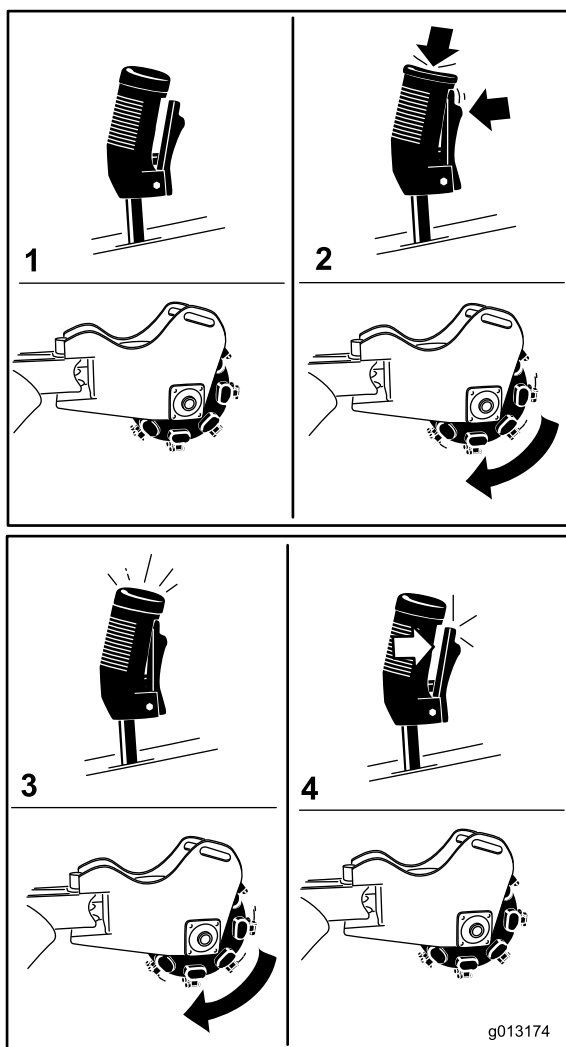

Figura 12
- Para poner en marcha el desbastador (Figura 12), pulse el botón rojo de la parte superior de la palanca, y luego apriete el gatillo. Cuando el desbastador haya arrancado, puede soltar el botón rojo.
- Para detener el desbastador (Figura 12), suelte el gatillo durante más de medio segundo.